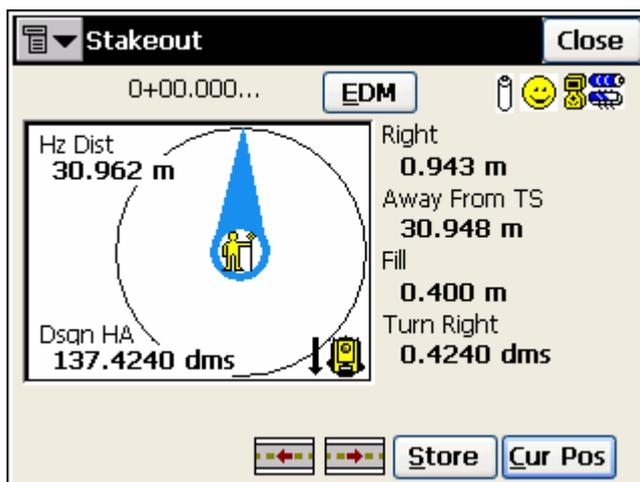

Рисунок 7-20. Разбивка - рабочее окно при использовании тахеометра
6. При работе с тахеометром: визируйтесь на призму. Чтобы узнать, на сколько ее положение отличается от проектного, нажмите кнопку **Curr Pos (Текущ Полож)**. Если это отличие достаточно мало, нажмите кнопку **Meas (Изм)**, и тахеометр выполнит измерение и сохранит его результаты (рис. 7-20 на стр. 7-13). Нажмите кнопку  или , чтобы перейти к выносу в натуру предыдущего или следующего пикета соответственно.